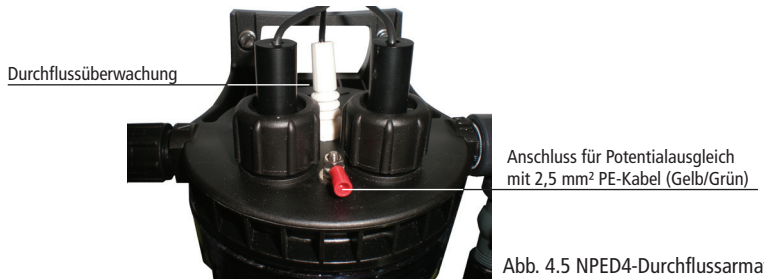

Abb. 4.5 NPED4-Durchflussarmatur
- Bei Anschluss einer Durchflussarmatur Typ „NPED4“ (siehe auch Abb. 4.5) schließen Sie den schwarzen (oder weißen) BNC-Stecker der Durchflussarmatur an den BNC-Geräteanschluss mit der Bezeichnung „STBY“ (Farbe Rot) an.